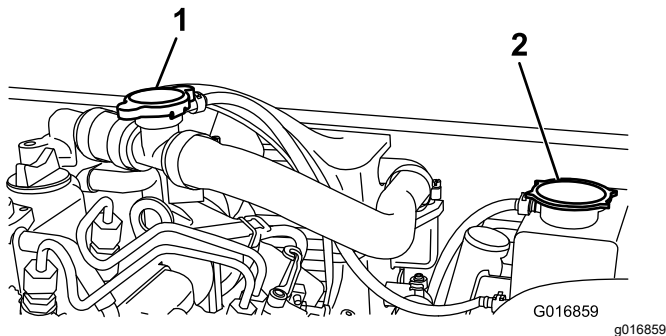

Figura 51
2. Rimuovete il tappo del serbatoio di troppopieno del radiatore Figura 51.
2. Togliete il tappo di rifornimento (Figura 51) e riempite con refrigerante.
3. Riposizionate il tappo di rifornimento e rimuovete il tappo del serbatoio di troppo pieno del radiatore (Figura 51).